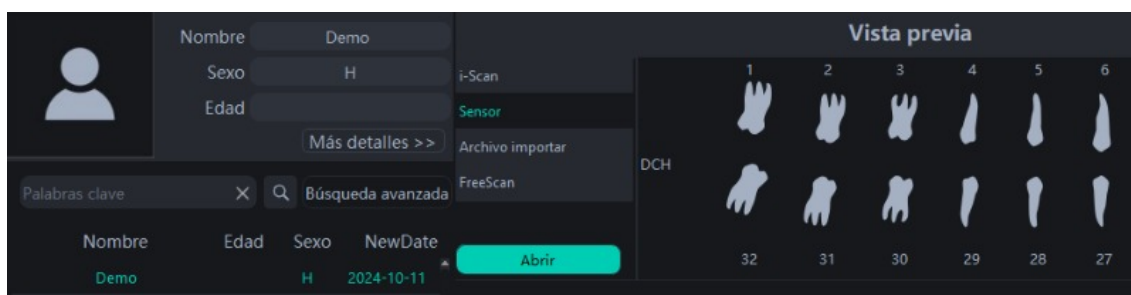

Figura 4
2.1.1. Con el USB, que se incluye en el suministro, conectado en su ordenador. Pulsamos el botón de “Abrir” (Figura 4). Es necesario “Abrir” para establecer la conexión entre el software y el sensor para poder obtener una imagen.